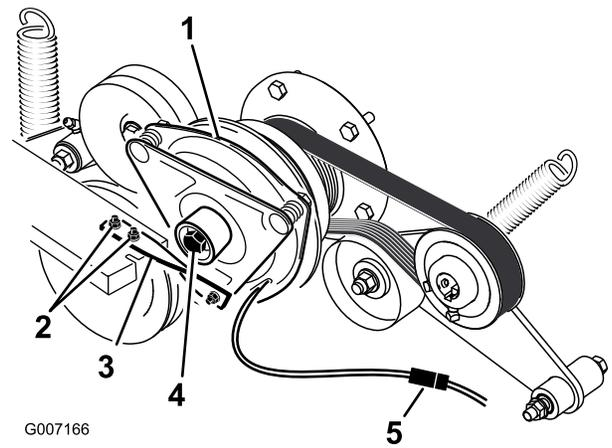

Figura 76
6. Desenchufe el conector eléctrico del embrague (Figura 76).
7. Retire los dos pernos que sujetan la correa de goma del embrague al bastidor del cortacésped (Figura 76).
8. Retire el perno central que sujeta el embrague al eje del motor, y retire el embrague y la chaveta (Figura 76).
15. Sujetando el cigüeñal en la parte trasera de la máquina, instale el perno central y apriételo a 68 N·m (Figura 76).
16. Instale la correa de goma del embrague al bastidor del cortacésped con los dos pernos y tuercas que se retiraron anteriormente (Figura 76).
18. Enchufe el conector eléctrico del embrague (Figura 76).